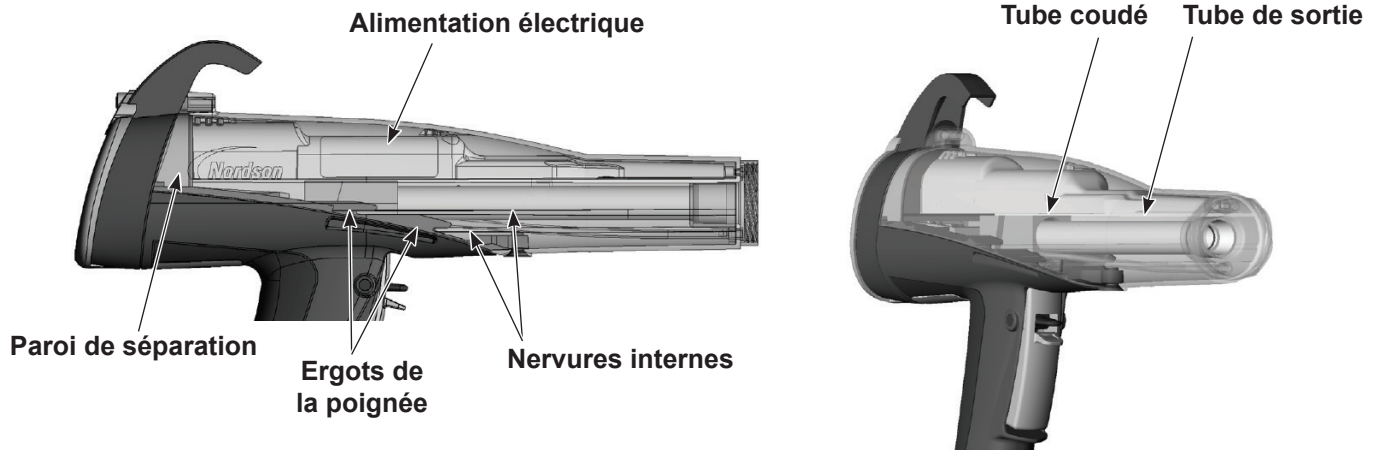

Figure 15 Remontage du pistolet
1. Voir la Figure 15. Aligner le corps du pistolet avec la poignée et les glisser ensemble en faisant coïncider les nervures internes du corps du pistolet avec les ergots dans la poignée.